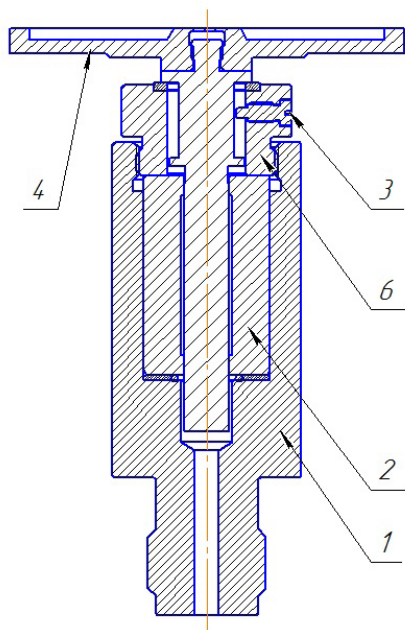

Рис. 3. Устройство поршневых систем (ИПС и БПС)
Поршневые системы МП-Д-6...МП-Д-16 (Рис. 3) состоят из корпуса, цилиндра, стопорного винта (предотвращающего выход поршня из цилиндра), грузоприемного устройства с поршнем, гайки (фиксирующей цилиндр в корпусе ИПС).
6.6 После промывки, установите цилиндры обратно в корпуса поршневых систем. В исполнении МП-Д-6-16 закрутите гайки 6 (Рис. 3) на корпуса поршневых систем.